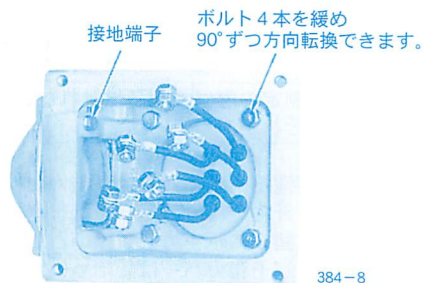

図6 導線引き込み口の方向転換
- (5) 外部導線引き込み口の方向変更は、端子箱カバー及び箱本体の締め付けボルトを外し、4方向に90°ずつ転換できます（図6）。外部導線引き込み口の角度は脚取付形の場合30°の傾斜、フランジ形では水平となっています。引き込み口を水平に変更するときは、引き込み口の部分を外して180°回転させてください。